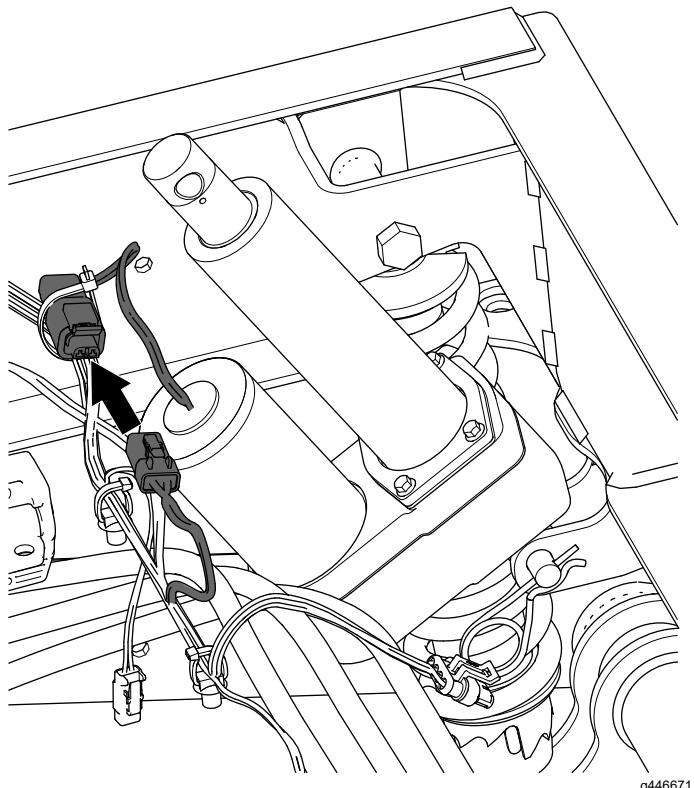

Figura 11
3. Ligue o conector elétrico de 2 tomadas da cablagem traseira da máquina ao conector de 2 pinos do atuador de elevação (Figura 11).